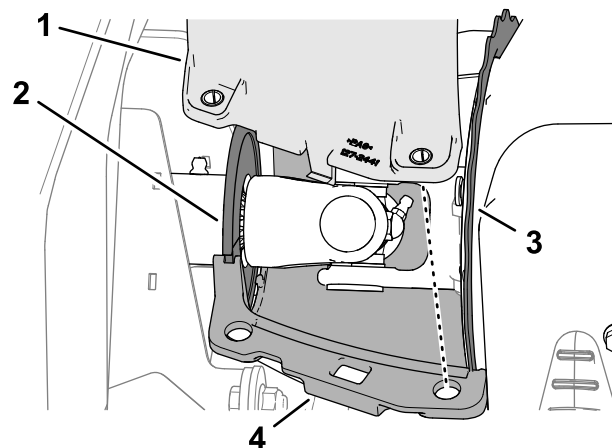

Figura 67
1. Alinee las ranuras de las cubiertas de aire de refrigeración superior e inferior del generador con la junta de escobilla del árbol de transmisión y la brida de la cubierta del generador (Figura 67).